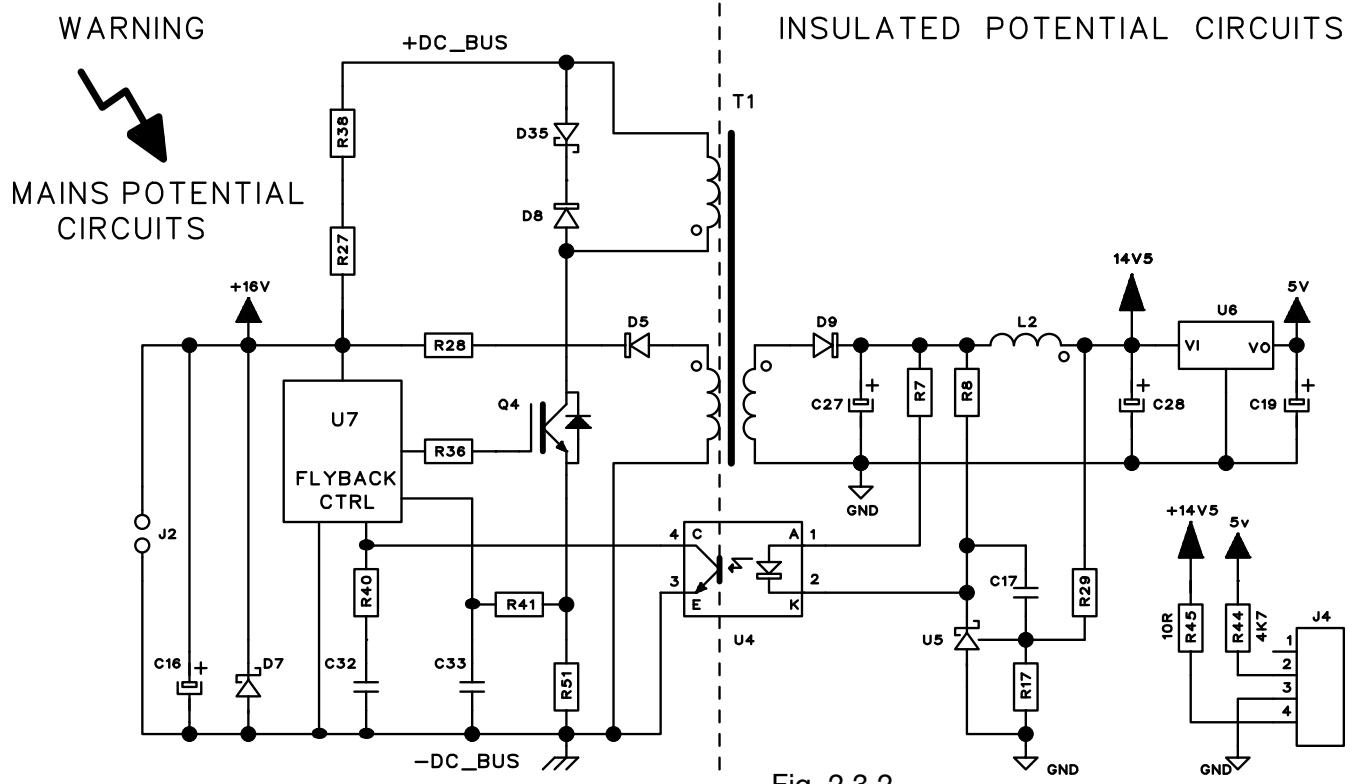

Fig. 2.3.2
Collegato direttamente ai condensatori-DC, un convertitore flyback, presente sulla scheda potenza (13), genera le tensioni di alimentazione di tutti i circuiti del generatore. Queste tensioni sono misurabili sui connettori J2 e J4, su scheda potenza (13), come indicato in Fig. 2.3.2.
- ♦ Se la tensione rimane a 330 Vdc controllare i circuiti del boost converter (U2, Q7, Q10 ÷ Q12, D22, ecc.) e la tensione su J2 di scheda potenza (13), come indicato in Fig. 2.3.2 (alimentazione circuiti flyback e boost converter).
- ♦ Se la tensione è assente, spegnere il generatore e verificare che non ci sia una interruzione nei collegamenti all'ingresso della scheda potenza (13) o nel collegamento dell'induttore (10) del boost converter oppure che i terminali dei condensatori-DC non siano in cortocircuito. Se il caso ricercare l'origine del cortocircuito fra i seguenti componenti: boost converter (Q10 ÷ Q12, ecc.), circuito flyback (U7, Q4, D8, D35 ecc.), condensatori-DC, igbt e diodi dell'inverter (Q13 ÷ Q20, D24, D25 ecc.).
- Scheda potenza (13), connettore J4, terminali:
- come indicato in Fig. 2.3.2 (alimentazione circuiti della scheda potenza (13)).
- ♦ Individuare i componenti difettosi su scheda potenza (13), basandosi sullo schema di Fig. 2.3.2 e Mappa connettori di par. 5.2.
- ♦ Sostituire scheda potenza (13).
- Sostituire scheda potenza (13).